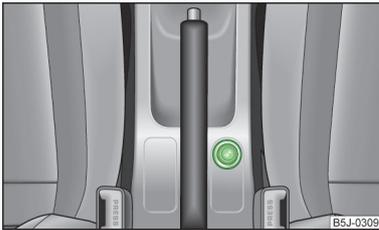
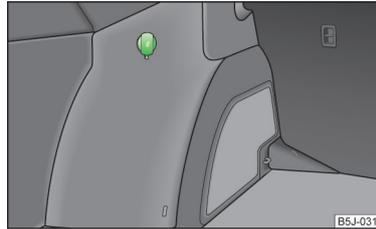

Abb. 80
Abb. 81
- › Den Anzünderknopf des Zigarettenanzünders hineindrücken » Abb. 80.
Die 12-Volt-Steckdose (nachstehend nur als Steckdose) befindet sich in der Mittelkonsole vorn » Abb. 80 auf Seite 82 und im Gepäckraum » Abb. 81.